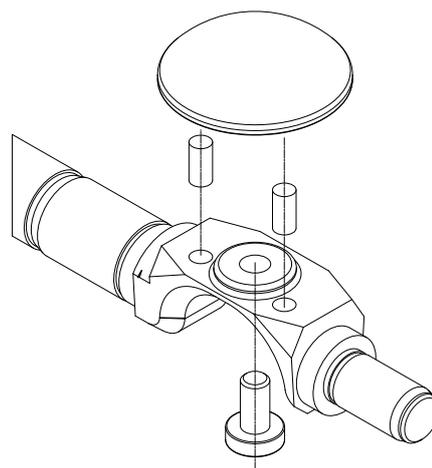

Fig.6-13.2 Instalar o segmento DN 25 série 02:
**DN 25 série 02:** Certifique-se de que os dois pinos-guia estão encaixados no segmento esférico. Reinstale o parafuso (→ Fig.6-13.2).